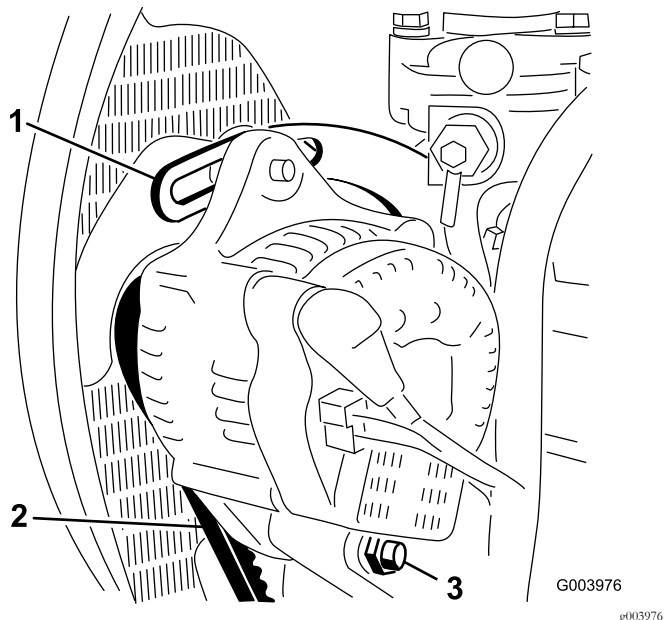

図 56
2. オルタネータ側プーリとクランクシャフト側プーリ間の中央部でオルタネータベルト(図56)を指で10 kg程度の力で押してベルトの張りを点検する。
4. プレースをエンジンに固定しているボルト(図56)と、オルタネータをプレースとピボットボルトに固定しているボルトをゆるめる。